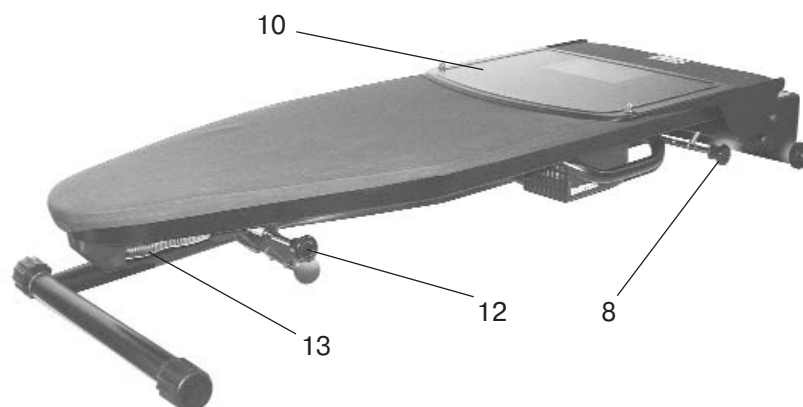
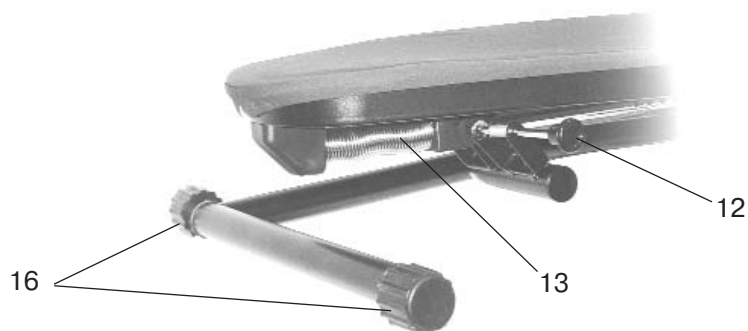

Рис. 2
Рис.3
- Положите доску на ровную поверхность платформой вверх (см. рис.2)
- Вытяните из фиксатор (8) замка (9).
- Вытяните на себя фиксатор высоты (12) и удерживайте в вытянутом положении (см. рис.3).